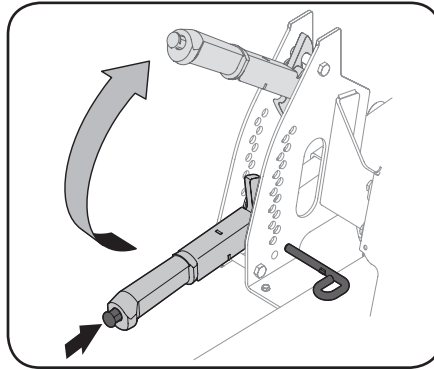

Figure 3-11
1. Pressez le bouton du levier de relevage du plateau de coupe (a), placez le levier à la plus haute position de coupe (position de transport), accrochez le crochet sur l'index de la hauteur du plateau de coupe (b), puis retirez la goupille (c). Voir Figure 3-11.